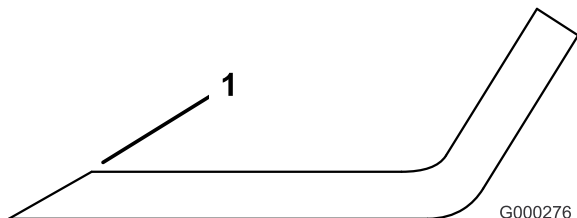

図 21
1. ブレードは、左右の刃先部分を研磨する（図 21）。刃先の角度を変えないように注意すること。左右を同じだけ削るようにすればバランスが狂わない。